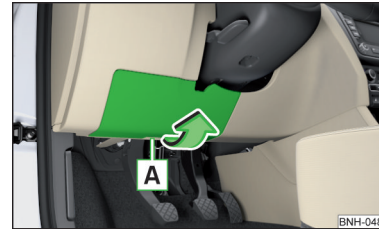

Abb. 258
- Die Abdeckung des Sicherungskastens in Pfeilrichtung abnehmen » Abb. 258.